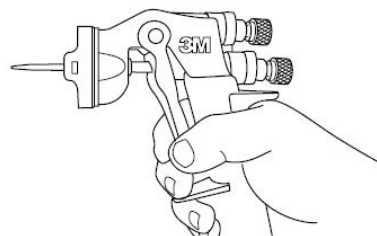

Fig 2
1. Ziehen Sie den Abzugsbügel zurück und halten Sie diesen (**Abbildung 2**).
3. Ziehen Sie den Abzugsbügel zurück und halten Sie diesen (**Abbildung 2**). Drücken Sie die Sicherungsnasen zusammen und ziehen Sie den Düsenkopf nach vorne über die Farbnadel ab.